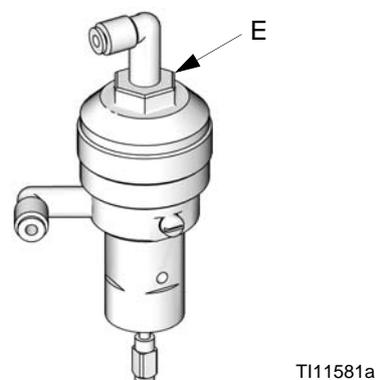

FIG. 21. Réglage de la vanne
Les vannes de dosage et de purge ont été pré-réglées en serrant l'écrou hexagonal de 1-1/4 de tour pour l'empêcher de se fermer entièrement. Ce réglage limite le débit de produit maximal dans l'intégrateur et réduit le temps de réponse de la vanne. Pour ouvrir les vannes de purge ou de dosage (pour les produits à forte viscosité), tourner l'écrou hexagonal (E) dans le *sens inverse des aiguilles d'une montre*. Pour fermer les vannes de dosage ou de purge (pour des produits à faible viscosité), tourner dans le *sens des aiguilles d'une montre*. Voir la FIG. 21.